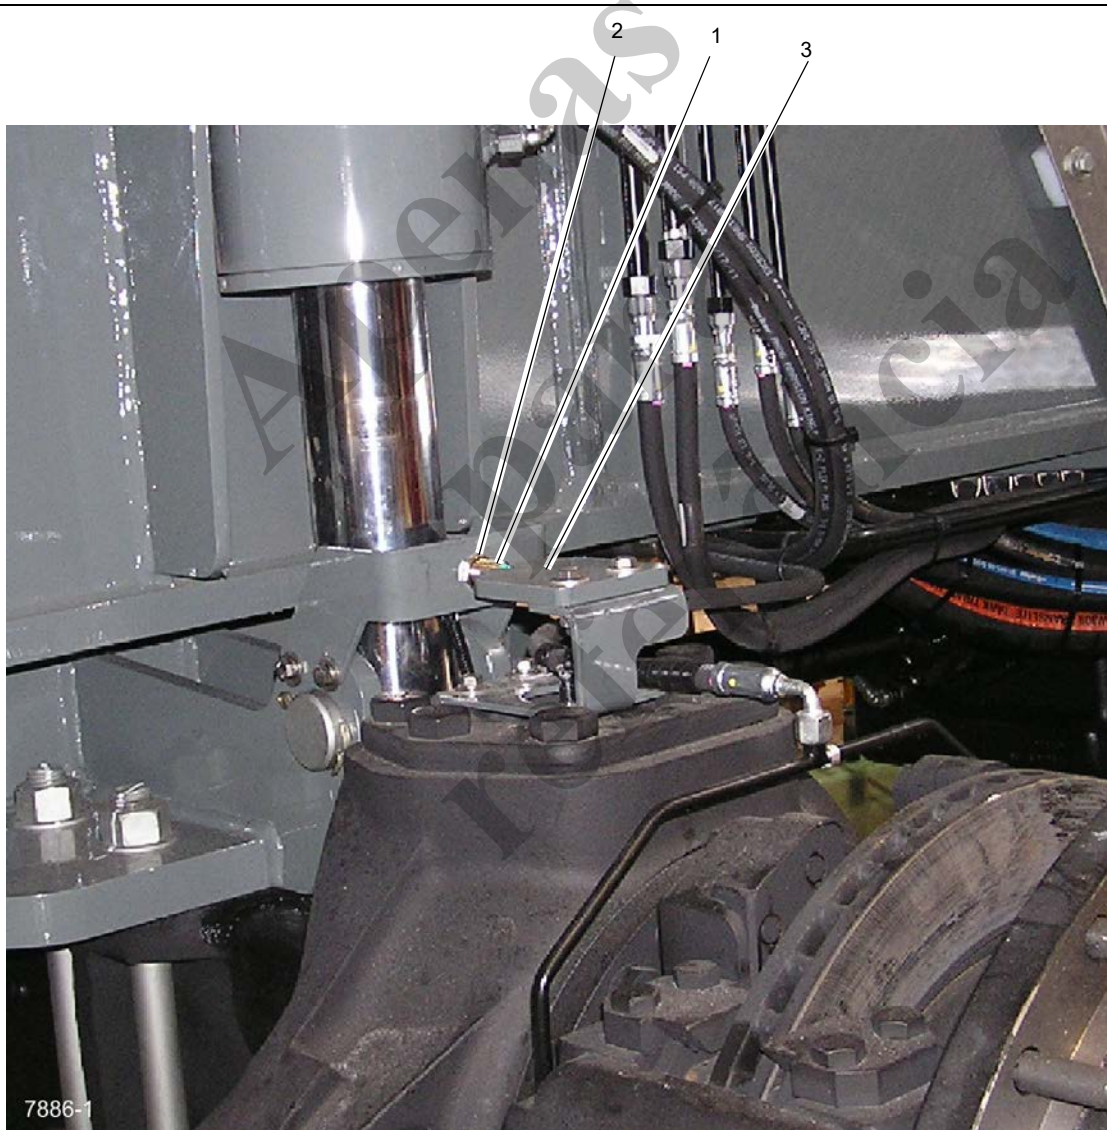

FIGURA 8-1
- NOTA:** Consulte a Figura 8-1 sobre o ajuste da chave das rodas traseiras não centralizadas.
2. Certifique-se de que exista um vão livre de no máximo 0.19 pol. (4,8 mm) entre a chave do sensor (1) e a placa do sensor (3). Ajuste soltando a contraporca (2) na chave e girando a chave. Aperte a contraporca.